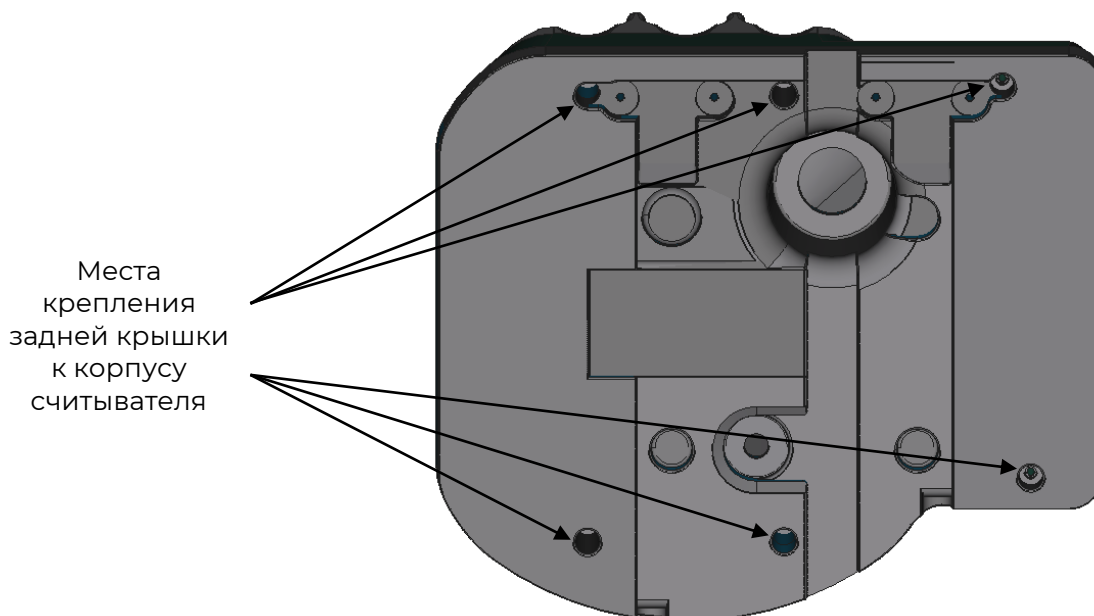

Рисунок 7 – Места крепления задней крышки
- 7) Открутите винты на задней крышке считывателя (см. рисунок 7), снимите заднюю крышку.
- закрепите заднюю крышку с помощью винтов (см. рисунок 7). Важно проконтролировать, чтобы в процессе затягивания винтов уплотнительная резинка не выдавилась из специальной выемки. Поэтому, затягивать винты на задней крышке следует осторожно, поочередно подкручивая каждый винт.
- открутить винты на задней крышке считывателя и снять заднюю крышку (см. рисунок 7);